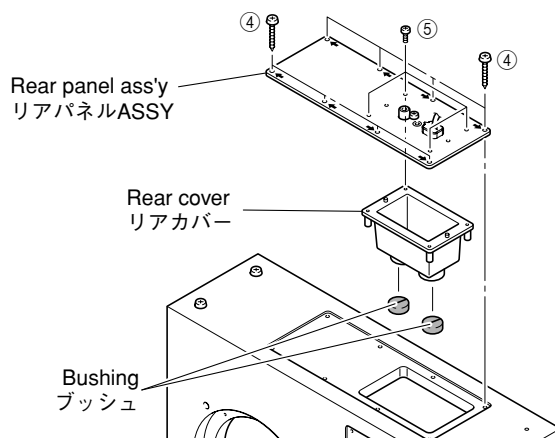

Fig. 5
- Remove 8 screws (④). (Fig. 5)
* Screws (④) are identified with arrow marks (⇨).
- Remove the rear panel ass'y. (Fig. 5)
- Remove 2 bushings. (Fig. 5)
- Remove 4 screws (⑤) and then remove the rear cover. (Fig. 5)
- ④のネジ8本を外します。(Fig. 5)
- リアパネルASSYを取り外します。(Fig. 5)
- ブッシュ2個を外します。(Fig. 5)
- ⑤のネジ4本を外し、リアカバーを取り外します。(Fig. 5)